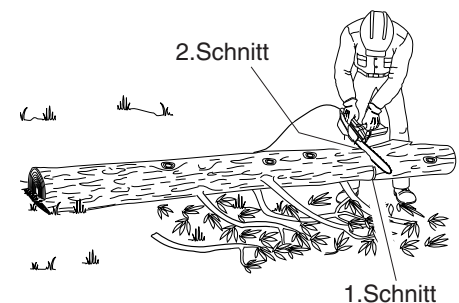

Abb.16 - Ablängen eines Stamms, der an einem Ende aufgebockt wurde
1. Den ersten Schnitt an der Unterseite des Stamms ausführen (siehe Abb.16). Hierzu mit der Oberseite des Schwertes sägen. 1/3 des Stammdurchmessers durchschneiden. Dieser Schnitt vermeidet ein Splittern des Stamms beim Durchtrennen.